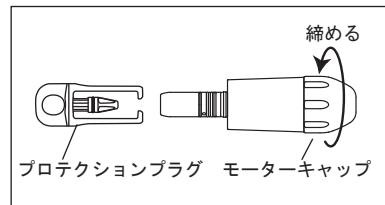

図 10
- 4) モーターコード接続部にモーターキャップを締め込み、モーターのインサート部にプロテクションプラグを取り付けます。（図 10）